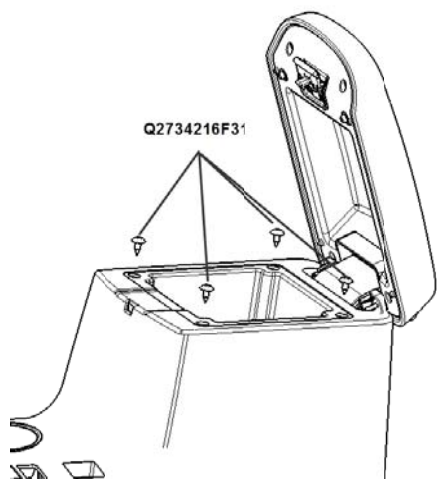

图 1.6.10 USB 安装板的拆卸 b
- b) 用十字螺丝刀将后置物盒本体四个固定螺钉（4个Q2734216F31十字槽大半圆头自攻螺钉）拧下，将后置物盒本体取出；如图1.6.10所示；